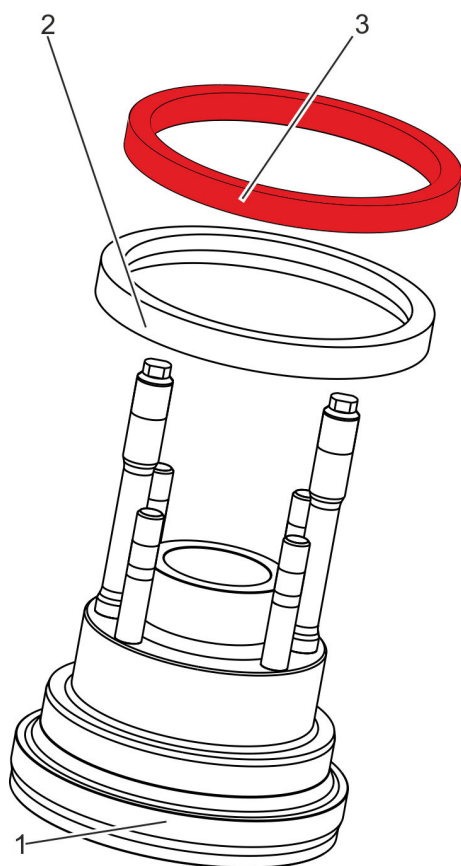

Abb. 30: Stütz- und Dichtring entfernen
11. ▶ Stützring (Abb. 30/3) vom Verschlussdeckel (Abb. 30/1) nach oben abnehmen.
12. ▶ Dichtring (Abb. 30/2) vom Verschlussdeckel (Abb. 30/1) nach oben abnehmen.